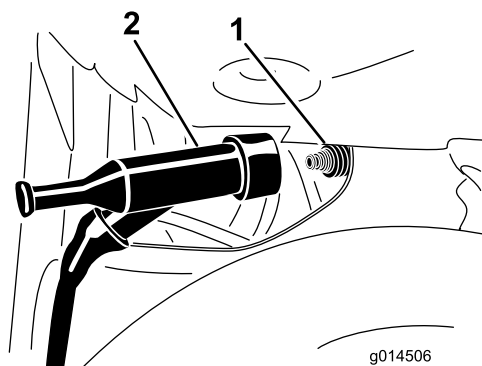

Figure 17
- Débranchez le fil de la bougie (Figure 17).